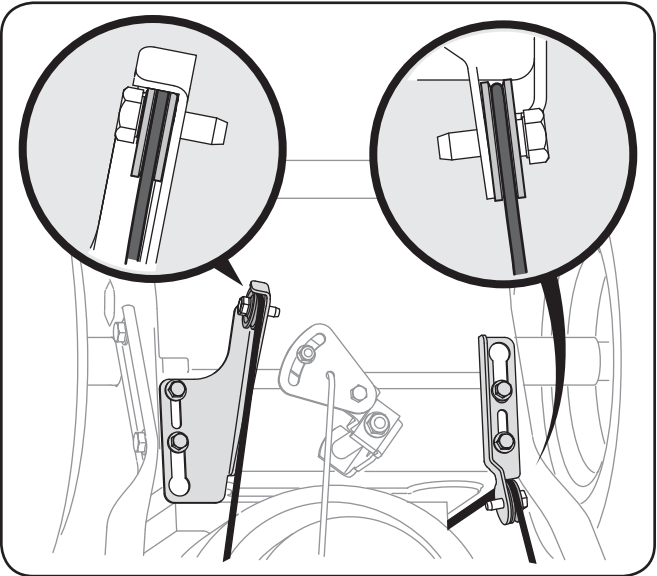

Fig. 3-1
- Assurez-vous que les deux câbles, sur la partie inférieure de la souffluse, sont bien alignés avec les rouleaux de guidage. Voir la Fig. 3-1. Redressez le guidon supérieur, alignez le guidon supérieur avec le guidon inférieur. Voir la Fig. 3-2.